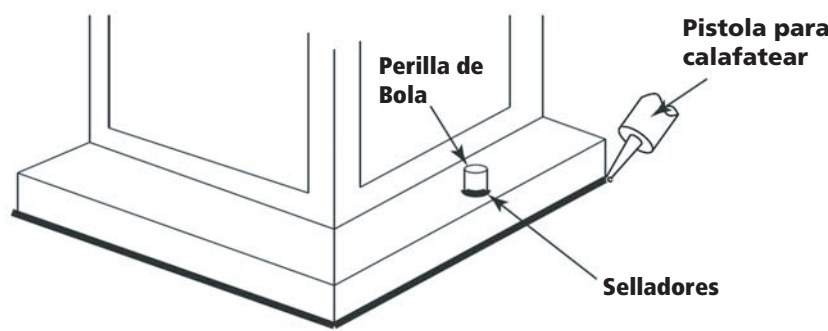

Figura 2
1. Conecte el cable de alimentación positiva **(A)** (normalmente negro el lado no marcado suave del cable de dos conductores) de plomo accesorio positivo **(B)** con un giro de tamaño apropiately conector – **Véase la Figura 2 y 3**.
Loop alambre de tierra **(E)** (generalmente de cobre o verde recubierto de plástico) debajo de la cabeza del tornillo de tierra **(S)** en la brida de montaje accesorio **(M)** y conectar con el extremo suelto del cable de tierra luminaria directamente al cable de tierra del sistema de construcción con un tamaño adecuado twist-conectores – **Véase la Figura 2**.
Después asegurar fijo en su lugar, se recomienda que la distancia entre la parte superior y la base de montaje del accesorio se sellará con cualquier buen masilla impermeable de calidad o sellador de silicona (no incluido). También se recomienda que una pequeña capa de madilla o sellador de ser sometidos a los mandos de bolas utilizadas para montar accesorio – Véase la Figura 2.